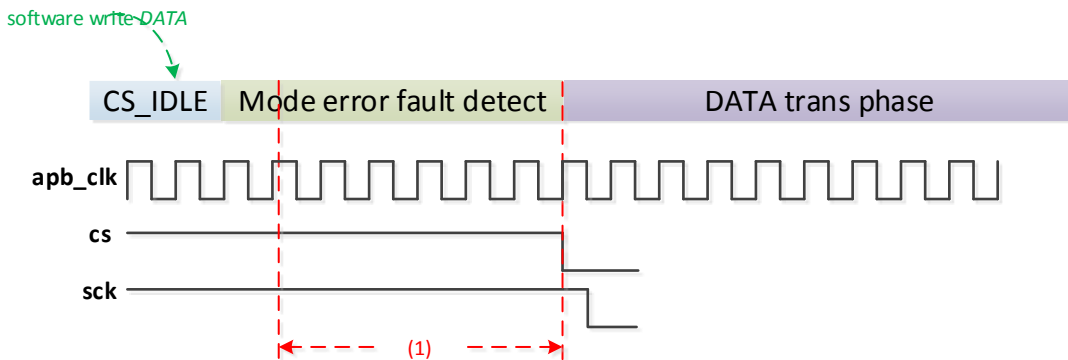

图 16-9 模式故障检测限制
在某些特殊情况下，主机 1 的主机模式故障检测功能可能无法检测到模式故障。如果在图 16-9 中的 (1) 周期内，主机 2 驱动 CS 为低电平，则主机 1 的控制器不会设置 MODEF。只有主机 2 在 (1) 周期之前驱动 CS 为低电平，主机 1 才可以正常设置 MODEF。